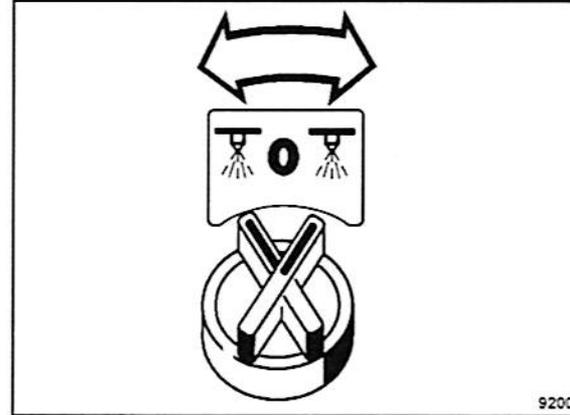

Fig. 89
- Colocar el interruptor giratorio para rociado presión (Fig. 89) a posición "izquierda" (borba de rociado I) o posición "derecha" (bomba de rociado II).